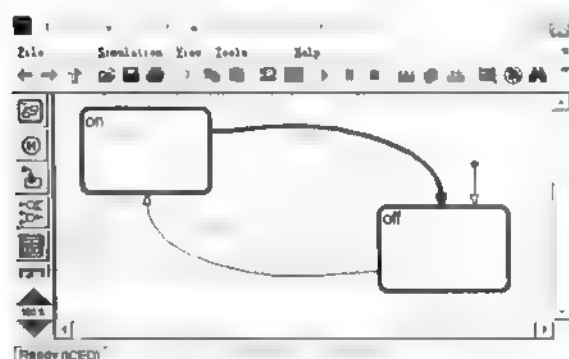
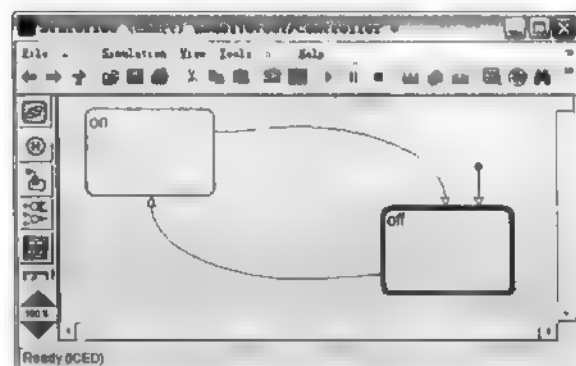

图 16.30 状态 on 到状态 off 迁移开始
图 16.31 状态 on 到状态 off 迁移结束
(6) 在 Simulink 窗口再次双击 Manual Switch 模块,这就为 Stateflow 图表发送另外一个触发信号,就会执行 on 到 off 迁移,此时迁移就会变为蓝色并加粗,随即状态 on 变为黑色,同时状态框变细,同时状态 off 变为蓝色并加粗,随即迁移变为黑色,同时迁移线变细,如图 16.30~图 16.31 所示。
(7) 通过双击 Simulink 模型中的 Manual Switch 模块来不断地向 Stateflow 发送触发信号,而 Stateflow 中的状态也不断地重复步骤(5)和(6)。
(8) 单击 Simulink 中的 Stop 按钮可停止仿真,此时 Stateflow 又回到可编辑状态。